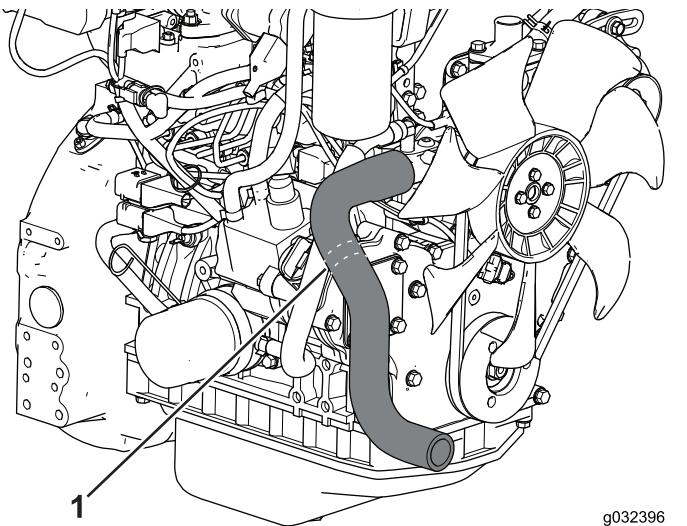

図 10
1. ラジエターホースを探し出す図 10。
2. 切断線に沿ってラジエターホースを切断する図 10。